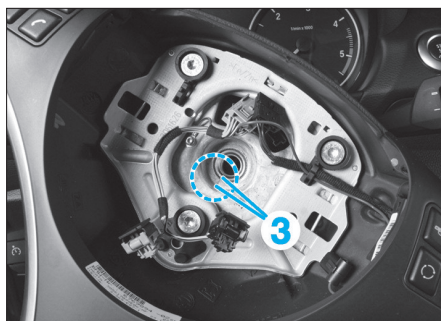

Fig. 2
- Aligner le volant par rapport aux repères (3) tracés sur la colonne de direction et l'emmancher (Fig.2).